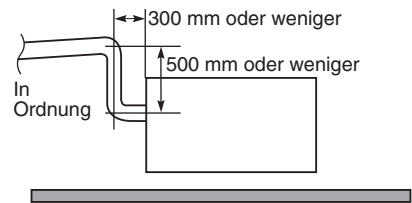

Abb. 3-11
- Wenn es erforderlich sein sollte, die Höhe des Ablaufrohrs zu vergrößern, kann der Bereich unmittelbar nach der Anschlussstelle um maximal 500 mm angehoben werden. Der Anschluss darf nicht um mehr als 500 mm höher gestellt werden, da hierdurch Undichtigkeiten entstehen können. (Abb. 3-11)